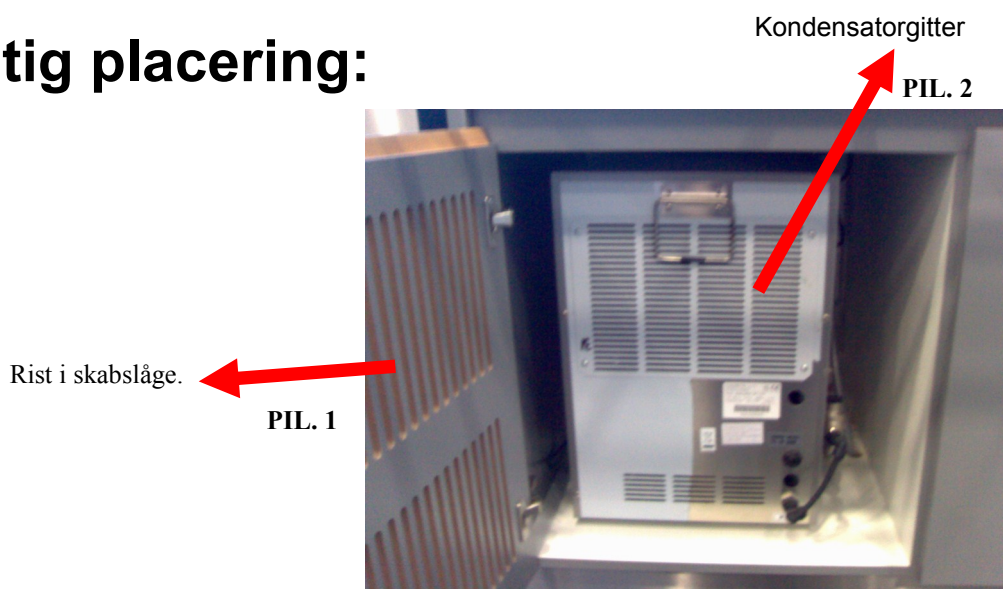

FIG. 1
1. Maskinen placeres med minimum 10 cm afstand til væg/sider, bagvæg og loft. Se fig. 1 for korrekt placering.